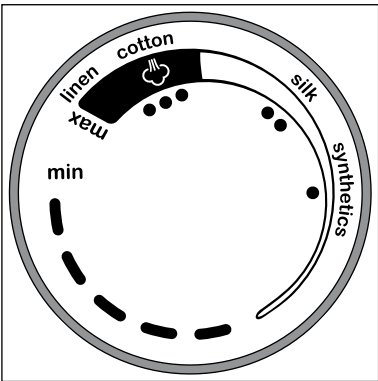

Fig. 2
► Puede planchar en seco sin vapor con todas las temperaturas, pero el planchado con vapor solo es posible a partir del rango de ajuste ●●● del regulador de temperatura ⑥.
- 3) Ajuste la temperatura adecuada con el regulador de temperatura ⑥ (consulte la tabla inferior y la fig. 2).